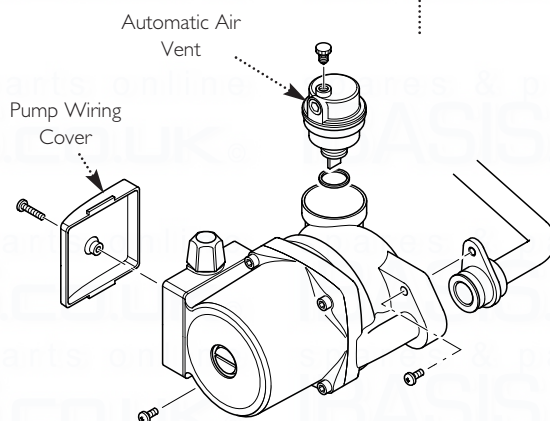

Fig. 81
14.14 Pump - Complete (Fig. 81)
14.15 Automatic Air Vent (Fig. 81)